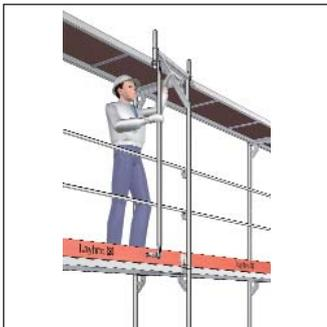

Bild 67
3. Quer-Diagonale an der Konsole verschrauben (Bild 67).